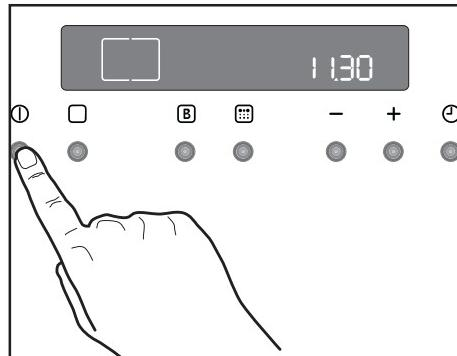

Abb. 4
Vor dem Einstellen von Garfunktionen oder sonstigen Programmen muss der Backofen eingeschaltet werden. Nach Drücken der Taste ① erscheint im Display das Backofensymbol und die Backofenbeleuchtung schaltet sich ein (Abb. 4).